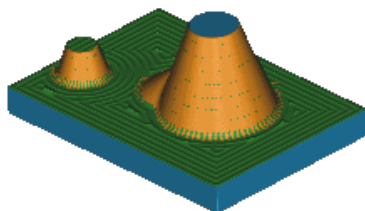

图 4.4.9 2D 仿真结果
Step3. 使用 2D 动态仿真。在“刀轨可视化”对话框中单击 **2D 动态** 选项卡, 采用系统默认设置, 调整动画速度后单击“播放”按钮 , 即可演示刀具按刀轨运行, 完成演示后的模型如图 4.4.9 所示, 仿真完成后单击 **确定** 按钮, 完成仿真操作。